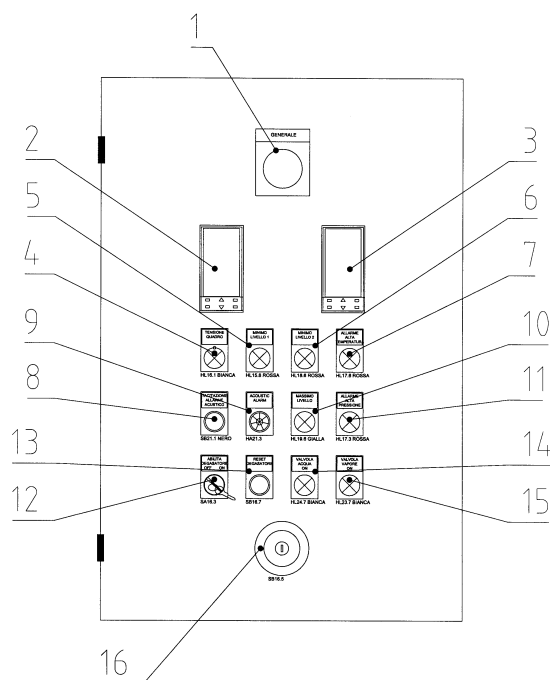

Рис. 12
- 4 Подать напряжение на электрический шкаф (Рис. 12), включив главный выключатель (1) и селектор (12), который управляет всеми пневматическими клапанами деаэратора.
- 6 Нажать кнопку перезагрузки деаэратора (13) для восстановления безопасного уровня воды.
5.3 ПРЕДОХРАНИТЕЛЬНАЯ АРМАТУРА (РИС. 12)